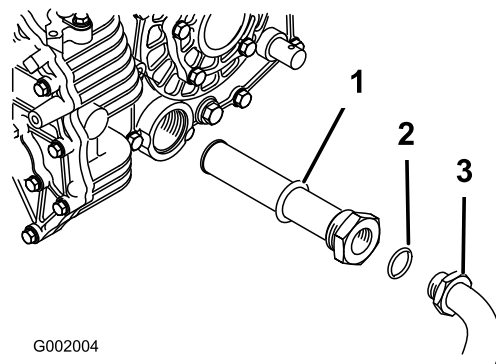

Figura 65
5. Retire el tubo hidráulico y el codo de 90° (Figura 65).